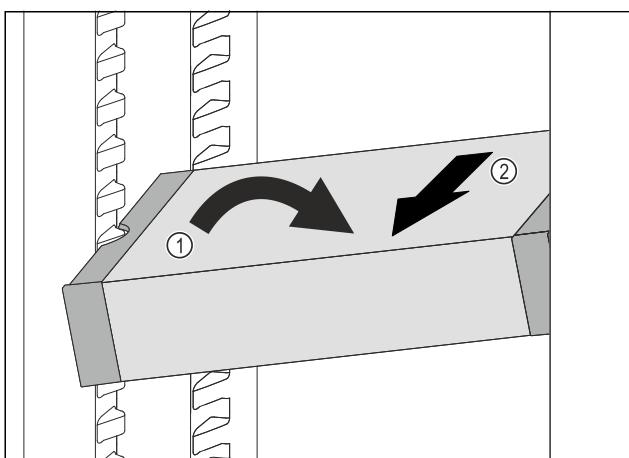

Fig. 88
► Встановити VarioSafe під кутом в охолоджувальному відділенні. Fig. 88 (1)
► Витягнути VarioSafe вперед. Fig. 88 (2)